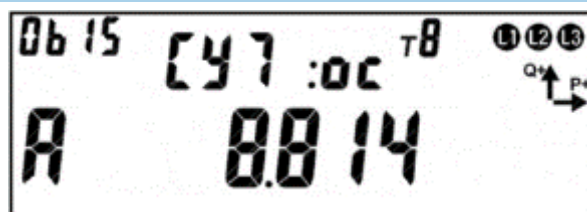

Рисунок 159 – Остаток суточного потребления сверх кредита.
В счетчике предусмотрен знаковый дробный параметр «Остаток суточного потребления сверх кредита», доступен по интерфейсу только для чтения, а также отображается на индикаторе в специально предусмотренном кадре (см. рисунок 159). В момент наступления новых суток (точки: 9 и 11) параметру присваивается значение - «Лимит суточного потребления сверх кредита».
- Окно с остатком суточного потребления сверх кредита приведено на рисунке (Рисунок 159).